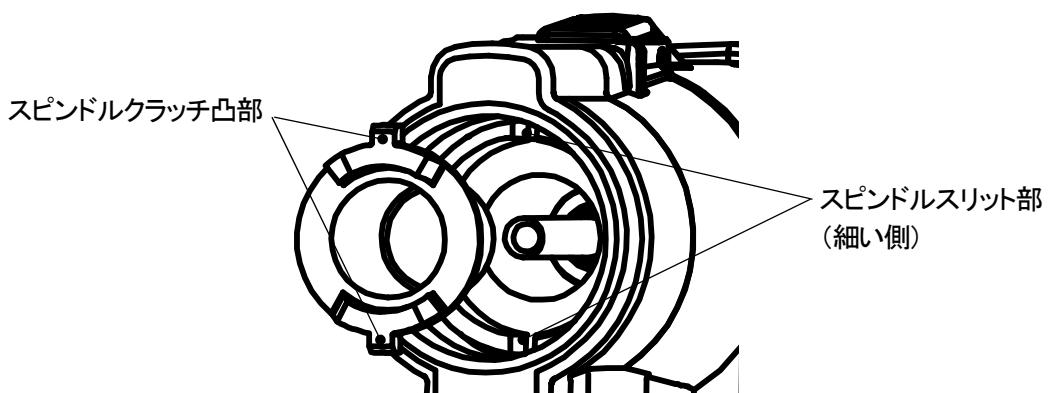

図 7-9
*ねじ込んでいる途中に固くなる等ねじ込み難いと感じるときは、スピンドルクラッチの凸部がスピンドルのスリット部にしっかり納まっていない(図7-9)可能性がありますので、その際は、再度やり直してください。
⑥SAノーズハウジングを元通り組み付けた後、電池パックを装着し、必ずリセット動作(4-5参照)を行ってください。